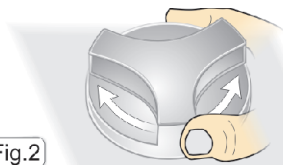

Fig.2
Dispositif grâce auquel on peut sélectionner le type d'hydromassage : Hydromassage d'eau latéral, inférieur où les deux à la fois (Fig.2).
- S'introduire dans l'eau et appuyer sur le bouton de mise en marche (Fig.1). Vous pouvez sélectionner le type d'hydromassage souhaité en utilisant le distributeur (fig 2).